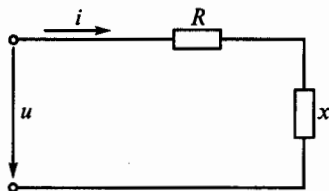

Рис. 95
**3.50.Р.** Каковы будут сопротивления  $R$  и  $x$  в схеме на рис. 95, если подведенное напряжение  $u = 100\sqrt{2} \sin \omega t$ , а ток в цепи  $i = 14,1 \sin(\omega t + 90^\circ)$ ?